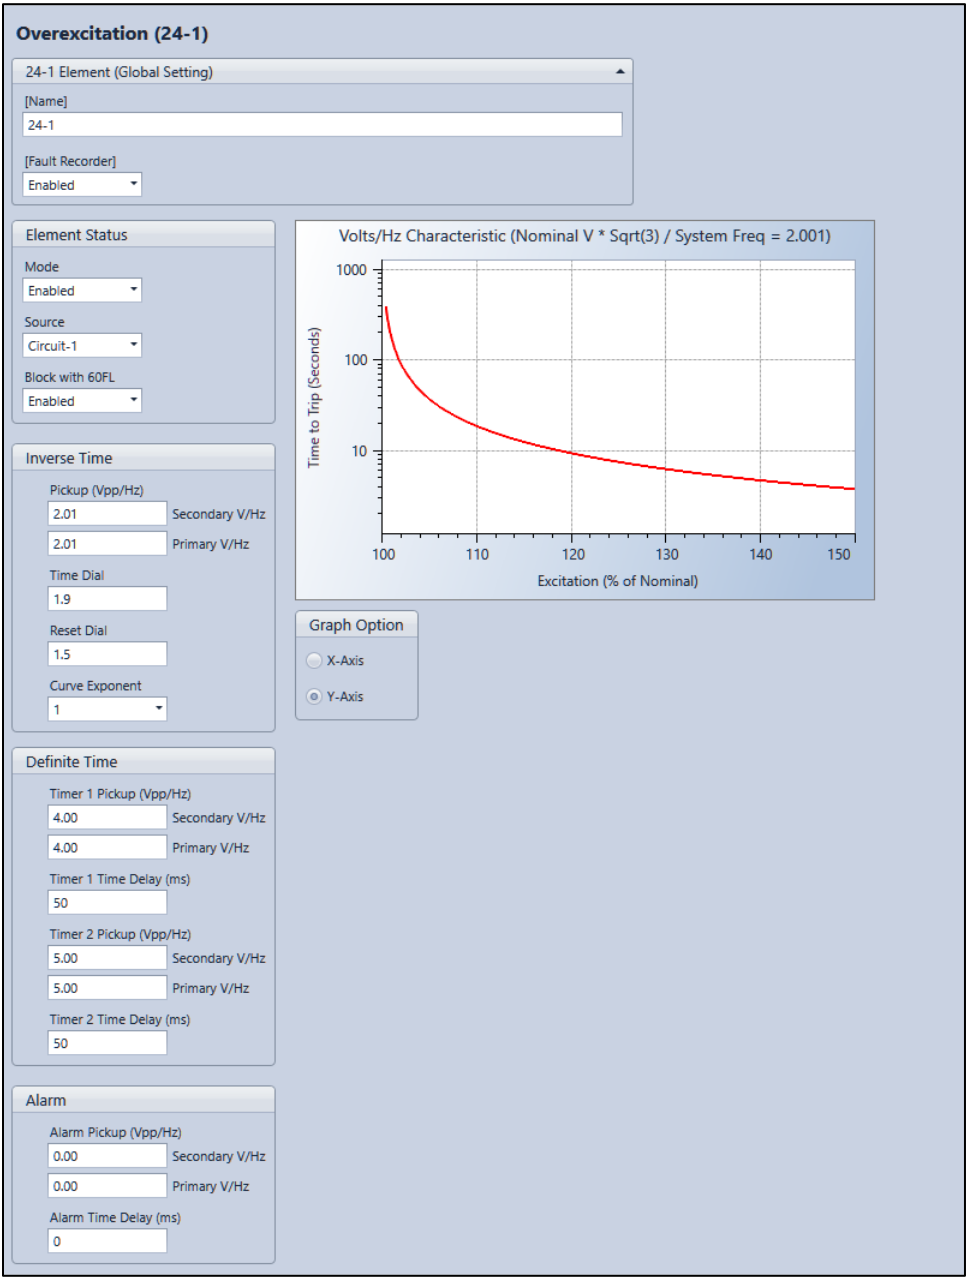

图 16-2. 过励磁设置界面
过励磁操作设置在BESTCOMS*Plus*的“过励磁” (24) 设置界面 (图16-2) 上进行配置。